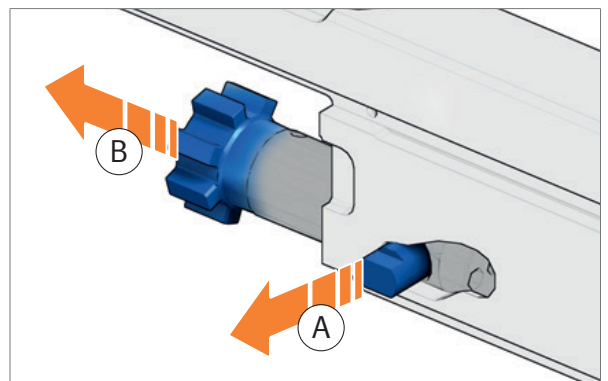

Abb. 108: Verschlusskopf entnehmen
6. Steuerbolzen aus dem Verschlusskopf entnehmen (Abb. 108).
7. Verschlusskopf aus dem Verschlussträger entnehmen (Abb. 108).